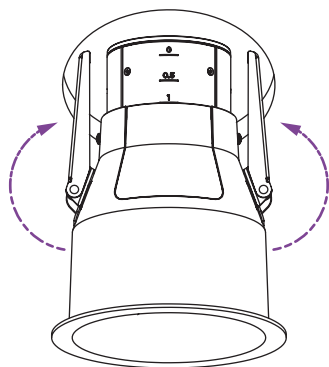

fig. 13
2. Pliez les ressorts de montage vers le haut et glissez la fixation dans le trou au plafond. Une fois au-dessus du plafond, les bras à ressort tirent l'appareil sur la distance restante jusqu'à la surface du plafond (voir la fig. 13).